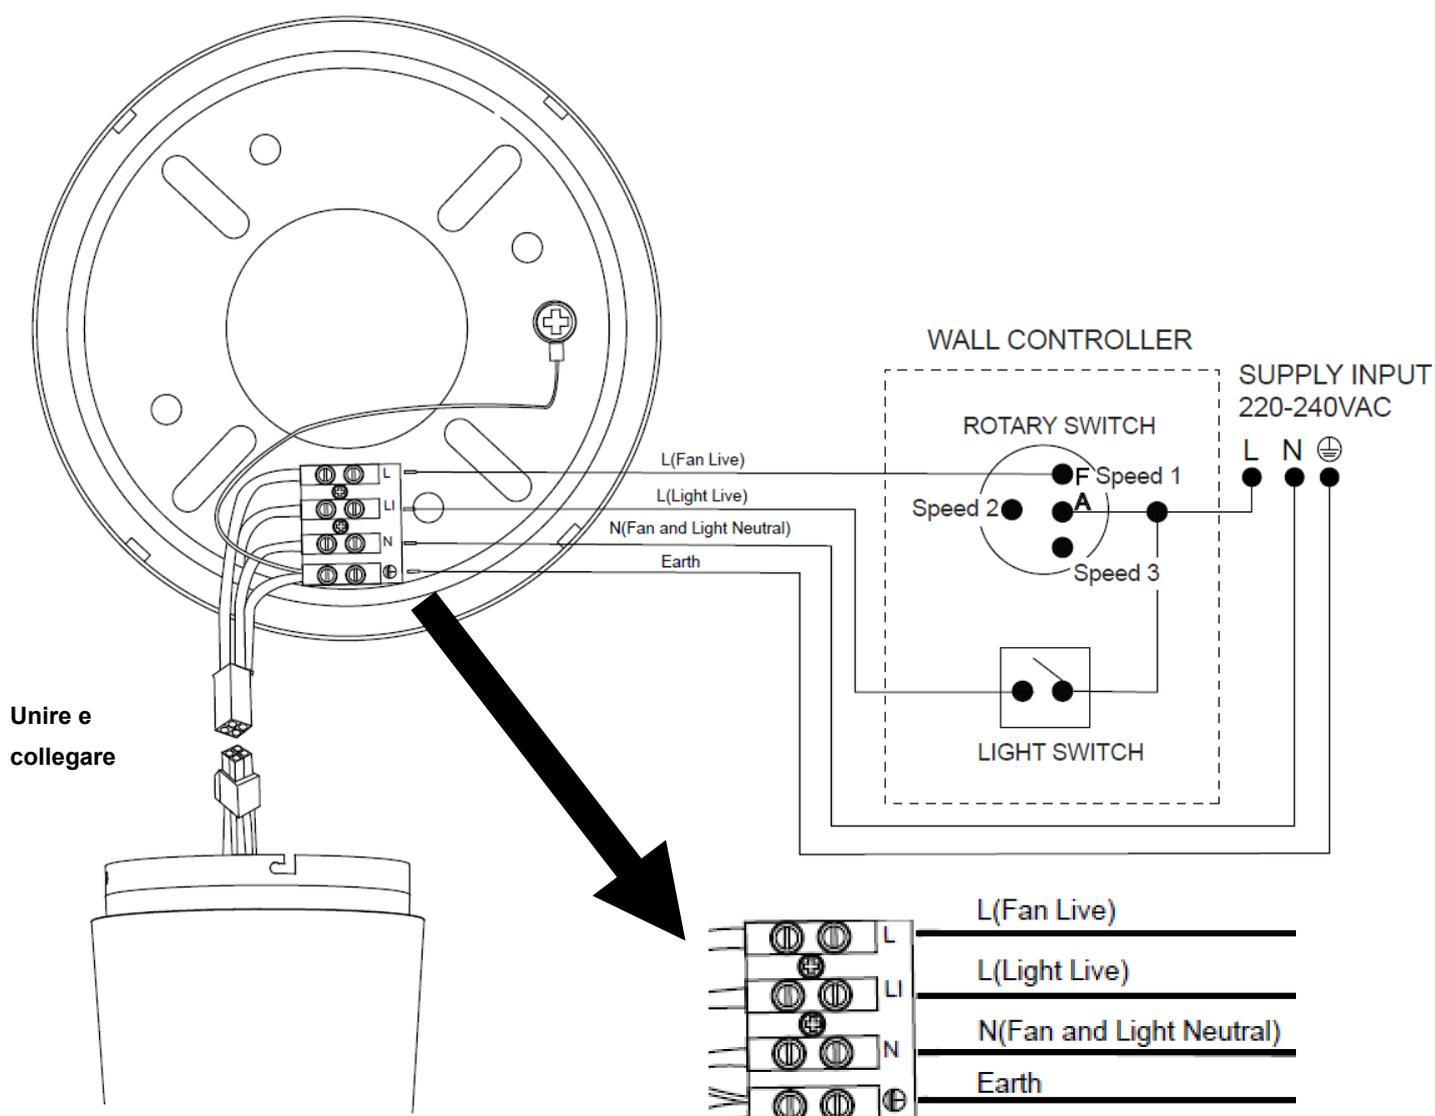

Fig. 5
SCHEMA DI CABLAGGIO PER I MODELLI CON INTERRUTTORE A PARETE (Fig. 5)
- Collegare i cavi di fase (L), neutro (N) e terra alla morsetteria della staffa di supporto come illustrato in Fig. 5. Nota: ignorare il cablaggio del kit luce, poiché questo modello ne è sprovvisto.